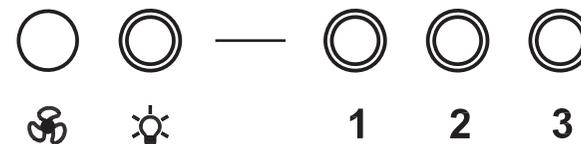

РИС. 10
7.2.2 Кнопочный переключатель (рис.10) с лампой индикации имеет четыре кнопки с фиксацией.